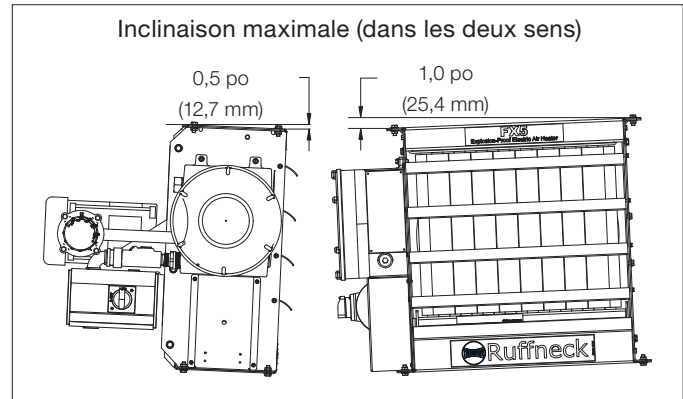
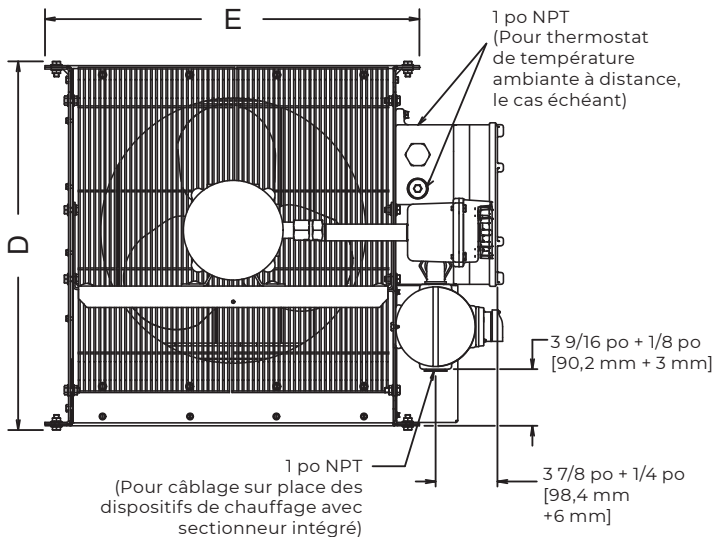

Figure 3
Figure 5
- 2.1 L'appareil de chauffage doit être monté en permanence en position verticale et à niveau pour pouvoir fonctionner. Voir Figure 3, Figure 4 et Figure 5 à la page 7 and 8 pour les angles d'inclinaison maximum, les dégagements d'installation et les dimensions physiques. Pour faciliter l'installation, divers kits de montage sont disponibles en usine.